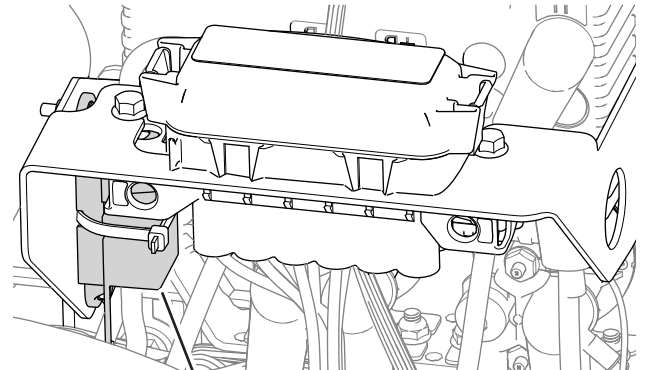

図 54
- 左ホイールモータのヒューズ60 Aは、マシン左側のカバーの下、リール駆動回路用ヒューズの近くにありますが 図 54。